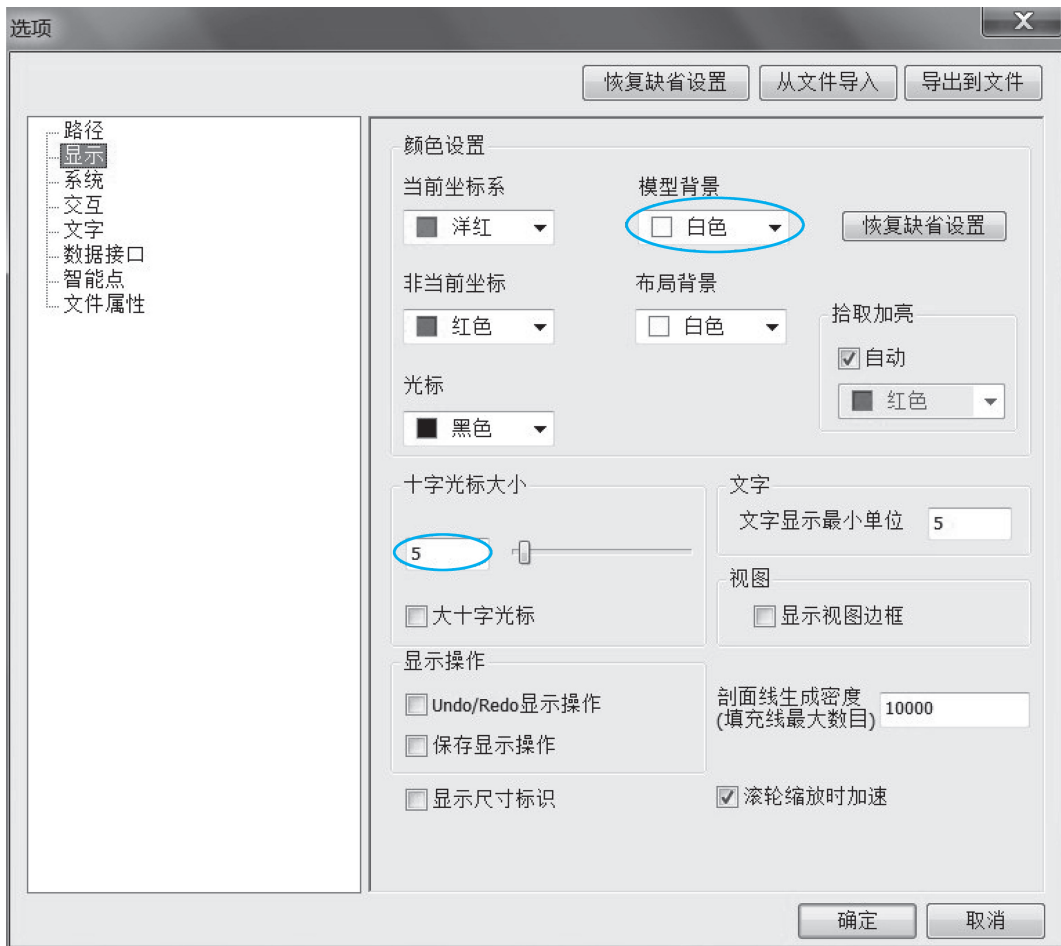

图 1-9 “显示”设置
2. 在“选项”对话框左侧参数列表中选择“显示”，如图 1-9 所示。